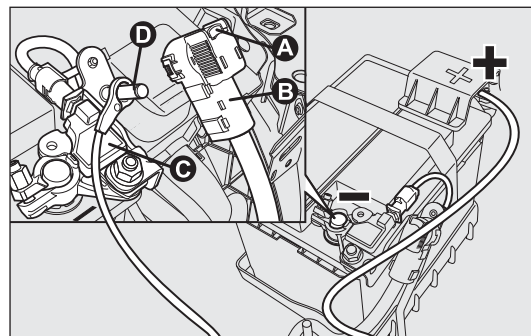

fig. 191
VERSIONES SIN SISTEMA Start&Stop fig. 191
- ☐ pulsar el botón A-fig. 191 para desmontar el conector B del sensor C de monitoreo del estado de la batería (este último está ubicado en el polo negativo de la misma batería).